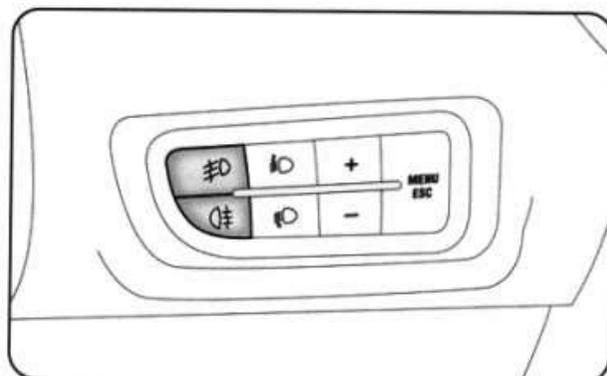

рис. 42
**ПЕРЕДНИЕ ПРОТИВОТУМАННЫЕ ФАРЫ (если имеются) (рис. 42)**
**ЗАДНИЕ ПРОТИВОТУМАННЫЕ ФОНАРИ (рис. 42)**